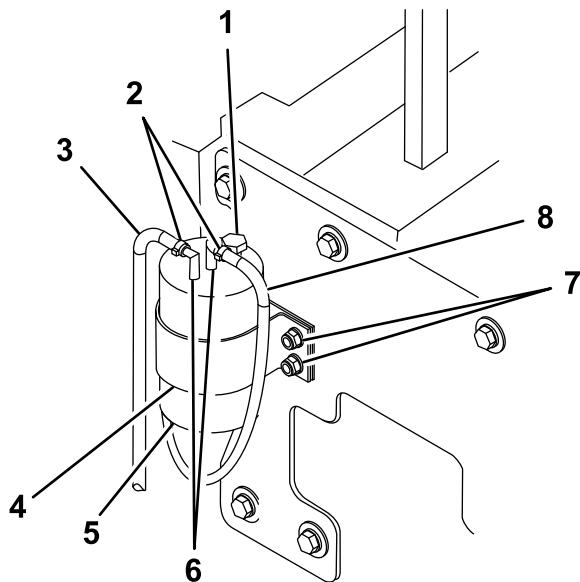

Figura 65
4. Localice el cartucho del filtro de combustible/separador de agua en la parte derecha delantera del protector térmico del depósito de combustible (Figura 65).
6. Afloje las abrazaderas que sujetan las 2 líneas de combustible (Figura 65).
7. Afloje las 2 tuercas que sujetan la abrazadera del cartucho y el cartucho del filtro/separador a los espárragos del protector térmico del depósito de combustible (Figura 65).